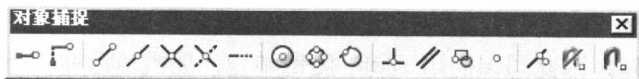

图 1.6 【对象捕捉】工具栏
- (9) 若选中一个未勾选的【对象捕捉】工具栏，选中后该工具栏以浮动的模式显示在界面上，如图 1.6 所示。